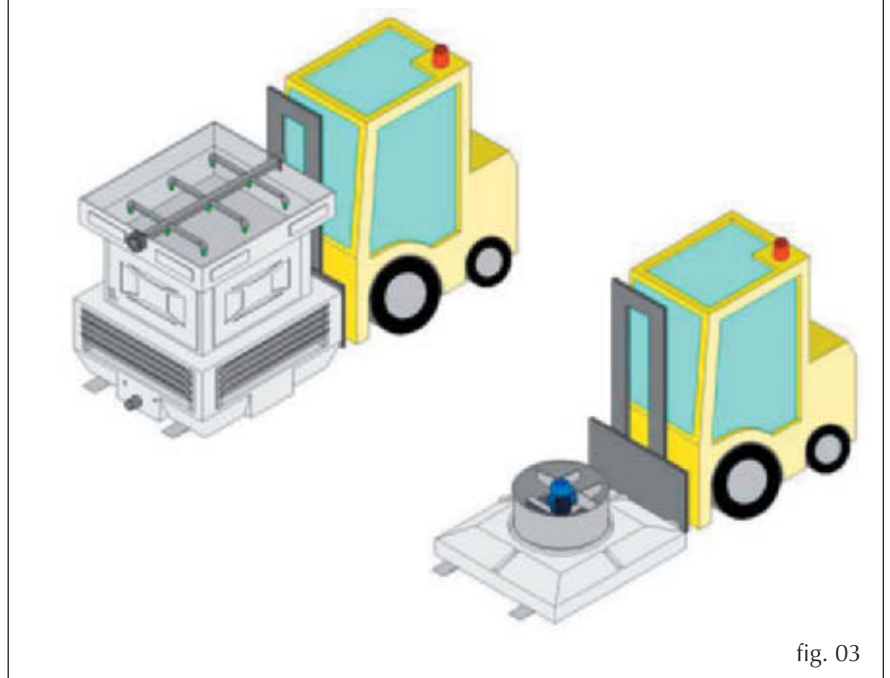

fig. 03
- le centrage se fasse sur le barycentre (Fig. 03).
- L'extrémité des fourches dépassent de la pièce (Fig. 03).